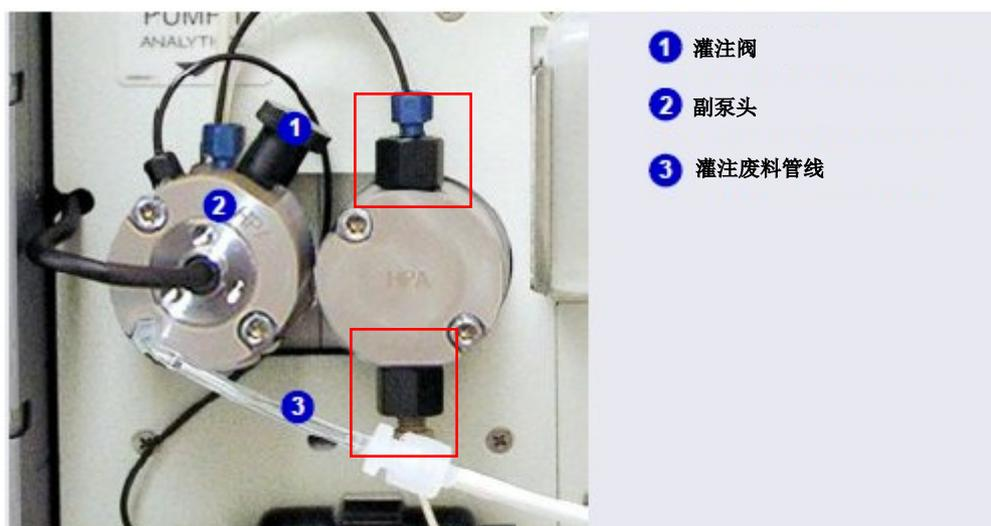

图 10-3. DP/SP 灌注阀
5. 通过逆时针转动半圈，开启副泵头上的灌注阀 (见图 10-3)。
1. 通过逆时针转动半圈，开启副泵头上的灌注阀（见图 10-3）。